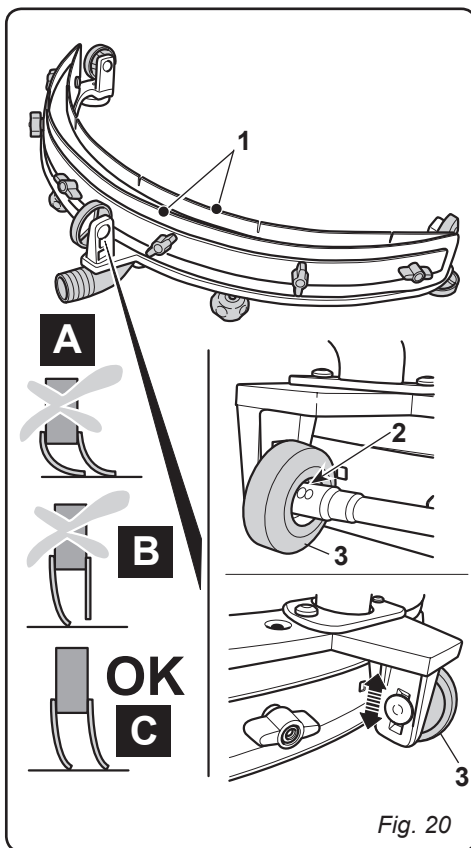

Fig. 20
11.1.g - Regulación incidencia del limpiador (Fig. 20)
- Controlar la incidencia de los cauchos (1) en el suelo.
11.1.h - Sustitución de fusibles (sólo para la Versión CB) (Fig. 20)